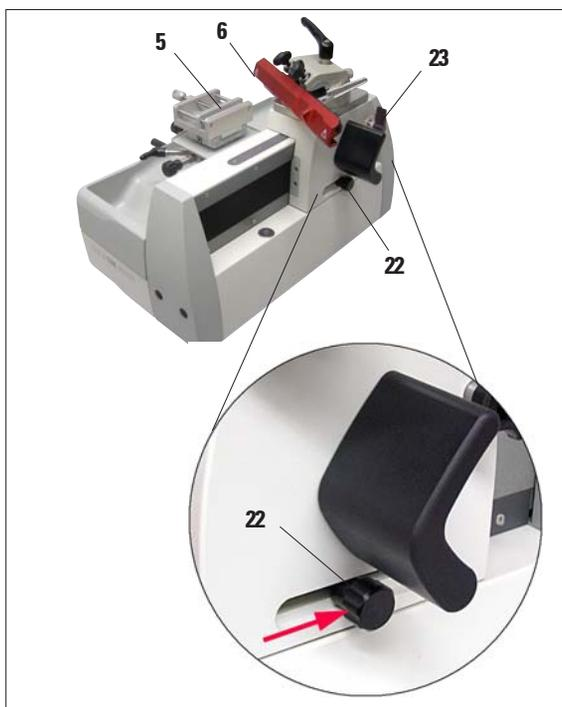

Figura 25
- Per l'impostazione dell'avvicinamento automatico, muovere la lametta/lama (6) fino a davanti al campione (5) (figura 25) e bloccarlo in questa posizione con la leva a scatto (23).
- Allentare la manopola di regolazione (22) e spostarla indietro fino a percepire una resistenza. In questa posizione serrarla nuovamente.
Se la manopola di regolazione (22) è bloccata nella posizione più anteriore (sinistra) (figura 25), non si ha alcun avvicinamento.